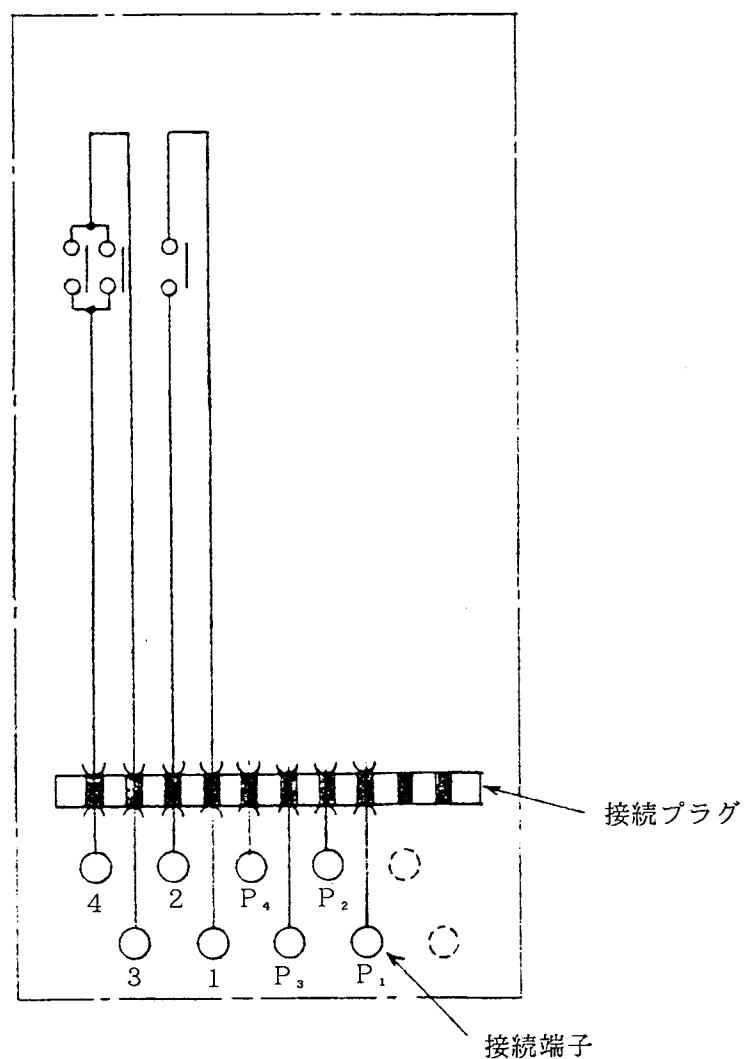
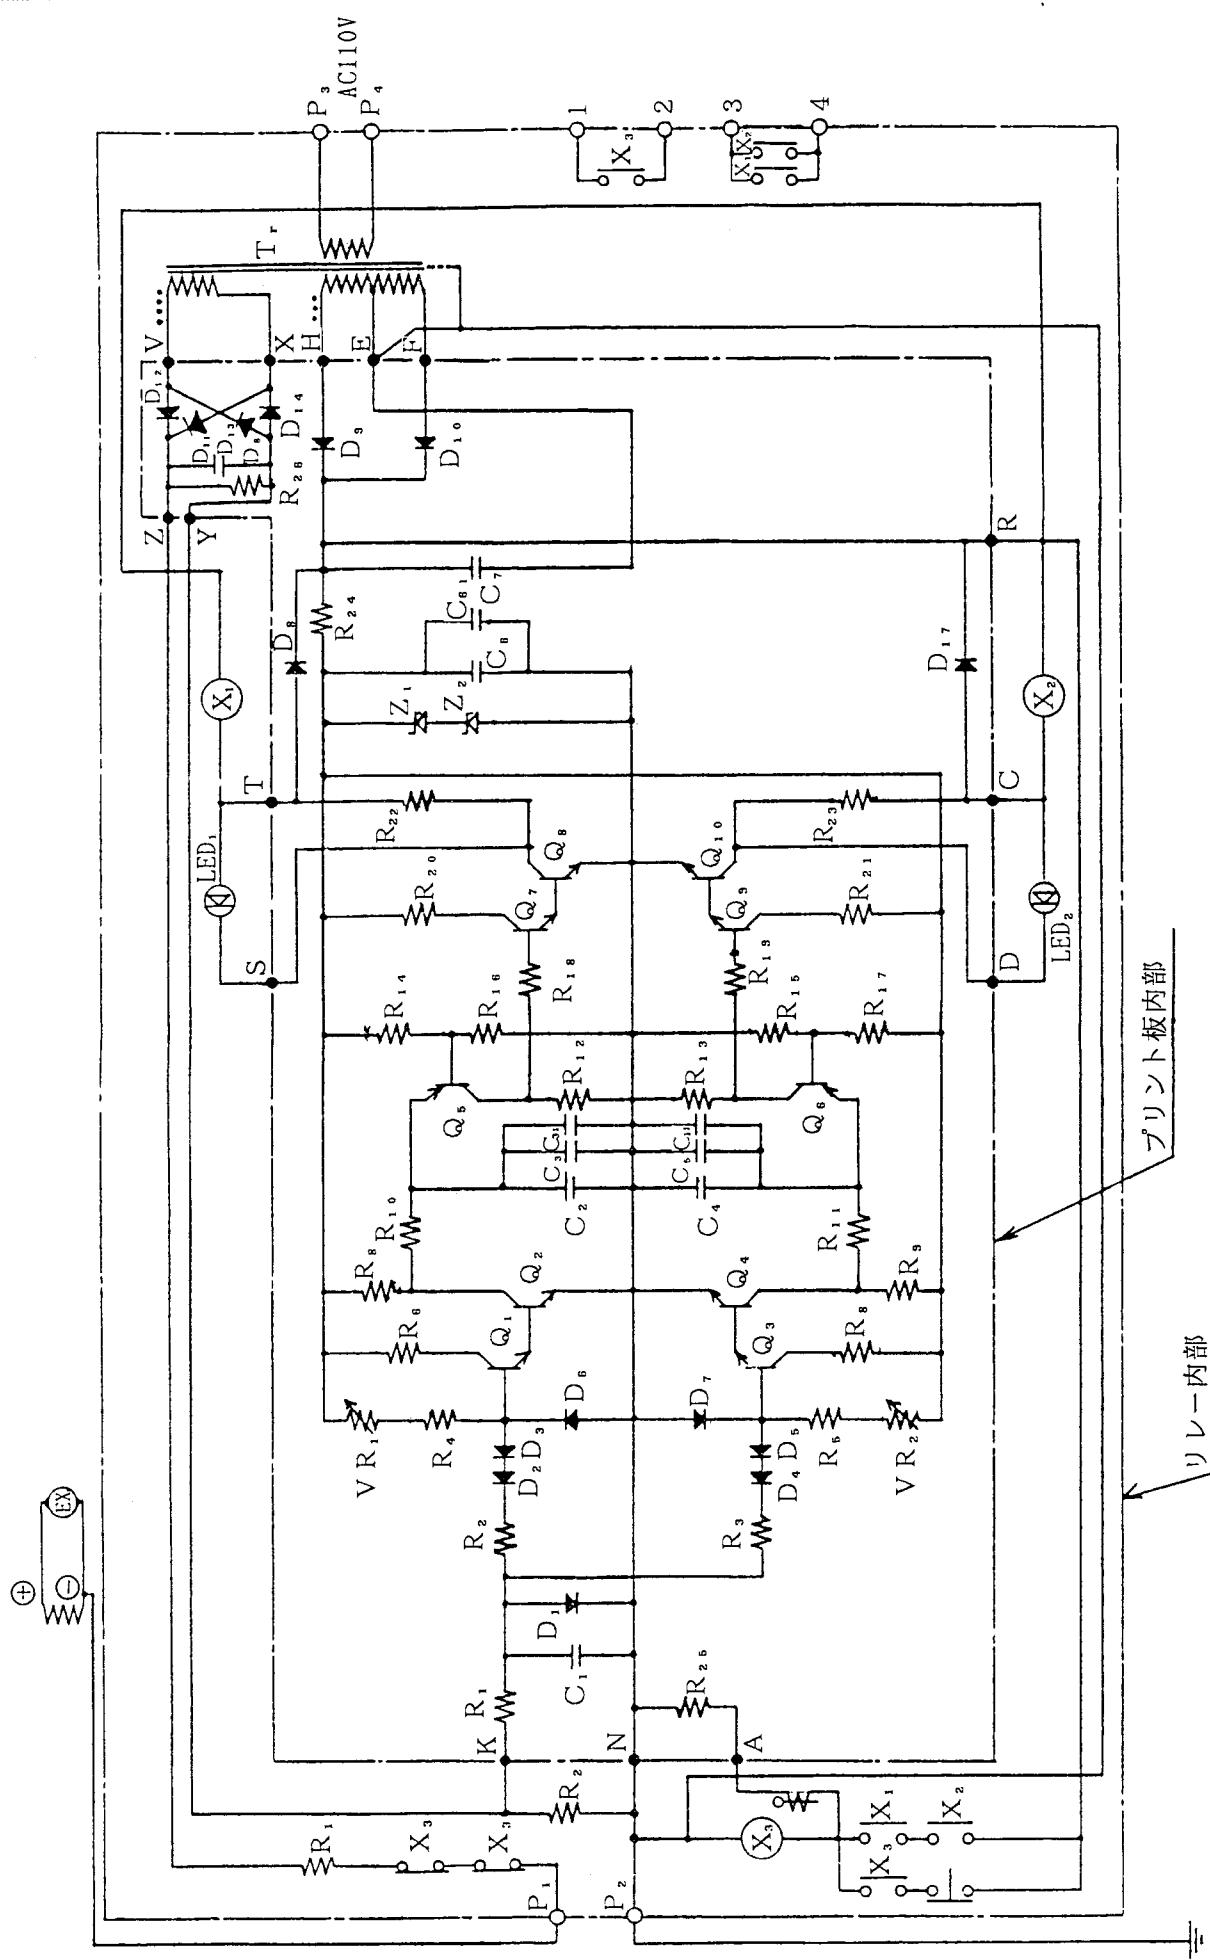

図3 裏面端子配列図
図4 内部回路図
- (3) 次に  $P_1 - P_2$  端子間を開路したあとカバー下部のボタンを押し上げ、この時、動作表示器が復帰し、同時に  $1 - 2$  端子間が開路されるかどうか調べてください。
- (4) 接点の通電容量は DC  $110V$ 、 $7A$  であり  $1 - 2$  端子間に過大電流を流すと接触面を損傷する恐れがありますから注意してください。試験に際して、 $1 - 2$  端子間の開閉をネオング管で見ればこの心配はありません。
- (5) 図3に裏面端子配列を、図4に内部回路を示します。